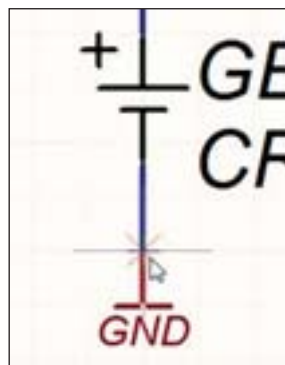

Рис. 44. Расположение на схеме
5. Добившись нужной ориентации порта, щелкните мышью на конце вывода, чтобы разместить его (рис. 44).